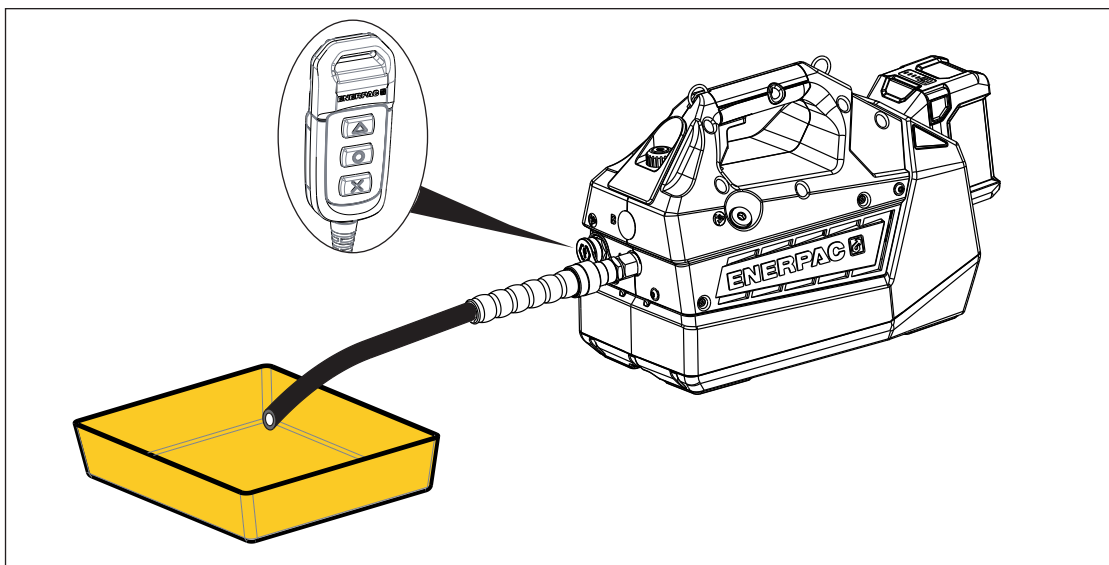

Figura 14: Drenagem do Reservatório Hidráulico
4. Fixe uma mangueira de extremidade aberta na porta "A" da bomba. Coloque a extremidade aberta da mangueira em um tacho ou recipiente adequado que seja suficientemente grande para recolher todo o óleo usado. Veja Figura 14.
6. Ligue o interruptor de alimentação da bomba (I).
7. Pressione e segure o botão JOG  para dar partida no motor e começar a drenar o reservatório. Continue a rodar o motor até que o óleo pare de fluir a partir da mangueira de extremidade aberta. Em seguida, solte o botão JOG  para parar o motor. Veja Figura 14.